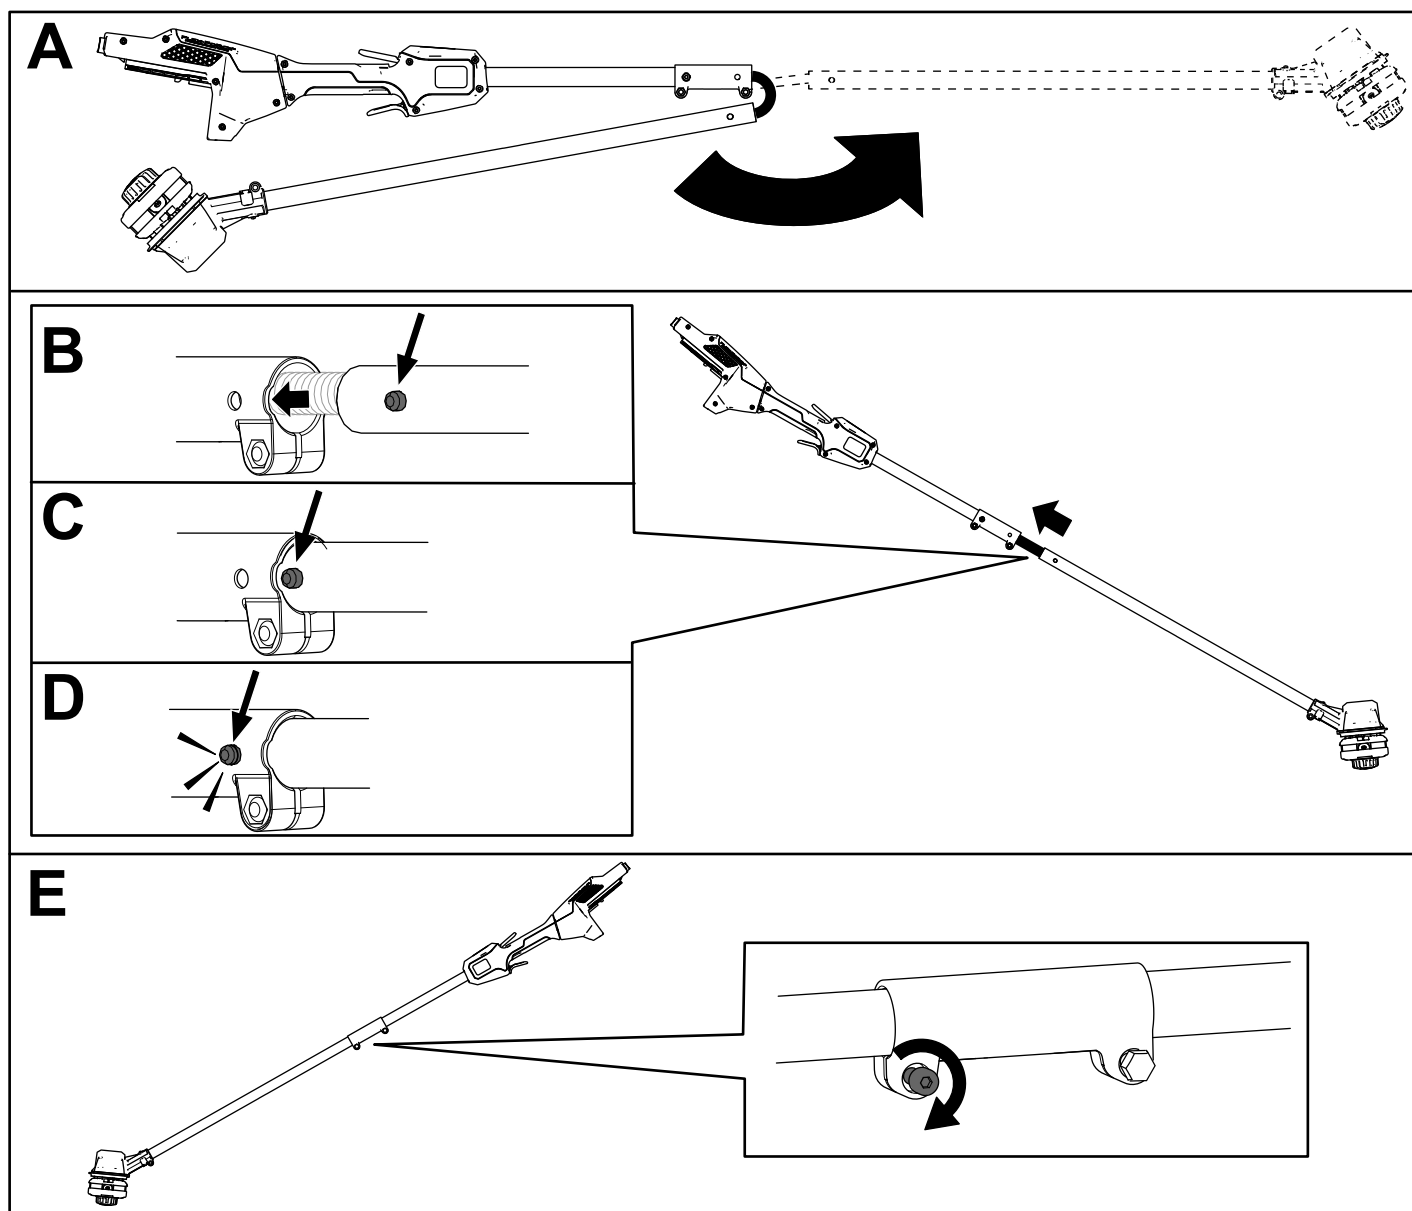

Figura 4
1. Despliegue la empuñadura (Figura 4, A).
2. Alinee el botón de bloqueo del mango inferior con el orificio ranurado del mango superior y junte los dos mangos (Figura 4, B y C).
**Nota:** El botón de bloqueo encaja en el orificio ranurado al juntarse los mangos (Figura 4, D).
3. Usando la llave Allen suministrada, apriete el tornillo del conector del mango hasta que quede firme (Figura 4, E).